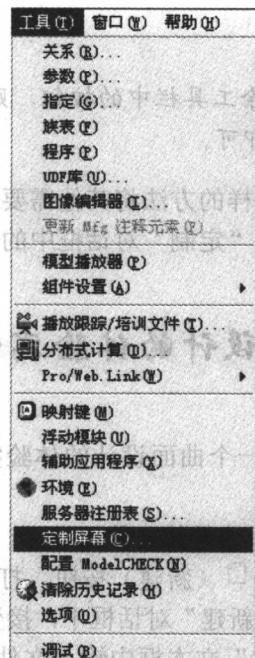

图 1-5 选择“定制屏幕”命令
- (1) 新建一个零件文件或者打开一个零件文件，即进入零件设计模式。
- (2) 从如图 1-5 所示的菜单栏中，选择“工具”→“定制屏幕”命令，打开“定制”对话框。